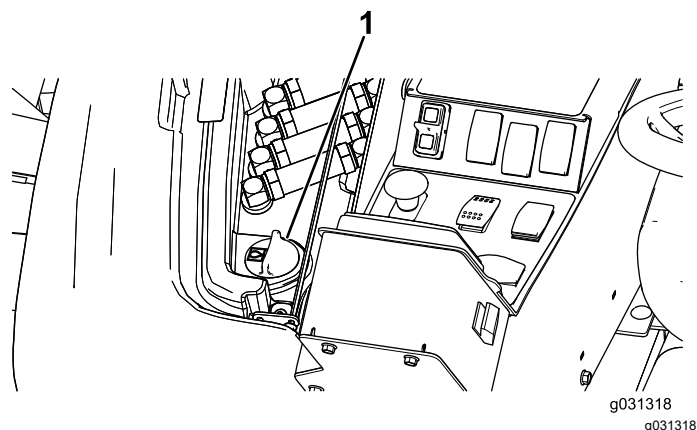

Figure 132
2. Du côté droit de la machine, soulevez le couvercle d'accès pour exposer le bouchon du réservoir hydraulique (Figure 132).
3. Nettoyez la surface autour du goulot et du bouchon de remplissage du réservoir hydraulique (Figure 132).